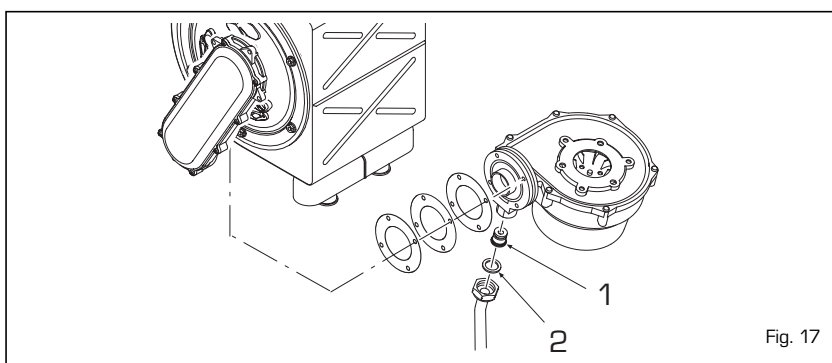

Fig. 17
4.3 TRANSFORMAÇÃO PARA OUTRO GÁS (fig. 17)